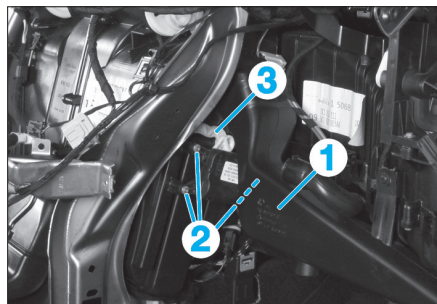

Fig. 27
- Déposer la conduit d'air droit (1) (Fig.27).
- Déposer les vis de fixation (2).
- Décrocher le levier (3) du servomoteur de mélange d'air droit.